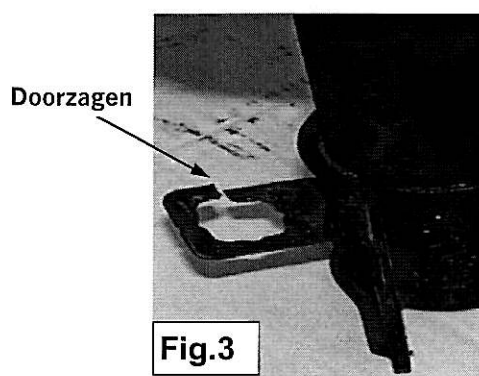

Fig.3
1. Demonteer de veerpoot. Door de steun van de remleiding, aan de veerpoot door te zagen, kan de remleiding worden losgenomen zonder de remmen te ontluchten, zie fig 3.
1. Dismantle strut. By cutting the support for the brakeline you can bend it open and loosen the brakeline so you don't have to open the brakesystem. see fig 3.
1. Federbein ausbauen. When man die stützen von den Bremsslaug durch sägt kann mann ihm offen biegen und den Bremsslaug weg biegen von Federbein. Siehe bild 3.
1. Démontez l'amortisseur. En coupant le support du tuyau de freinage, vous pouvez démonter ce dernier sans devoir purger le système de freinage, cf. fig. 3.
1. Demontera fjäderbenet. Genom att såga av fästet till bromsledningen så det går att bryta upp en öppning och lossa bromsledningen, för att du inte skall behöva öppna bromssystemet. Se fig. 3.
1. Desmonte el montante de muelle. Serrando el soporte del conducto de freno, puede removerse el conducto de freno del montante de muelle sin cortar el sistema de frenos. Véase fig. 3.